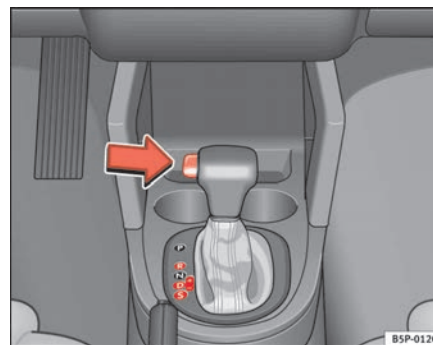

Fig. 143 Conducción
- Presione el pulsador del pomo (situado en la parte izquierda del mismo, ⇒ fig. 143).